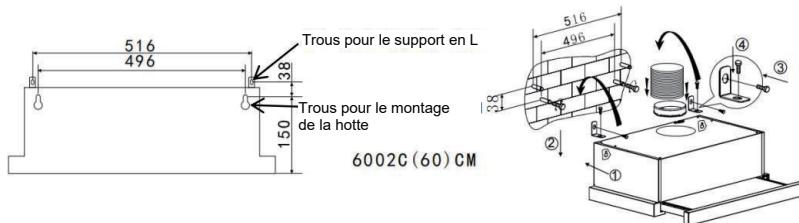

Fig. 3
3. La hotte aspirante se fixe au mur à l'aide de 4 vis (4 mm x 30 mm) et de chevilles. Installez la hotte aspirante au mur sur sa partie arrière à l'aide de 2 vis (4 mm x 30 mm) et de chevilles. Fixez ensuite la hotte aspirante au mur en insérant 2 vis (4 mm x 30 mm) et des chevilles à travers le petit support en L. Voir Fig. 3.
4. Fixez la valve unidirectionnelle à la sortie d'air de la hotte aspirante et raccordez le conduit d'évacuation jusqu'à la sortie murale. Fixez le conduit d'évacuation à l'aide d'un collier de serrage et laissez-le à l'extérieur. Voir Fig. 3/4.